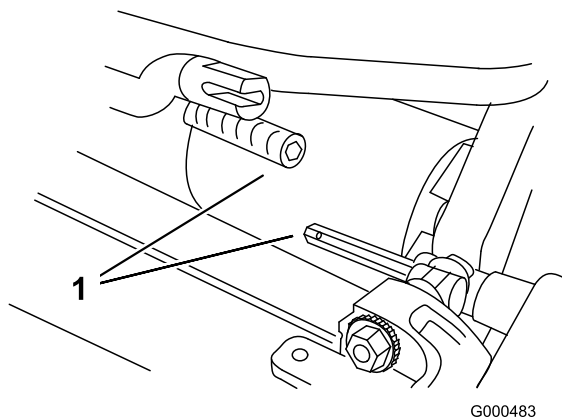

Рисунок 4
3. Задвиньте режущий блок под тяговый блок и влево, чтобы ввести в зацепление муфту трансмиссии (Рисунок 4).